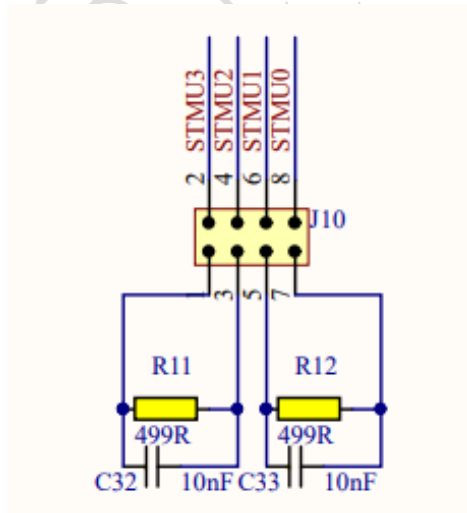

图3.7 ENS001刺激电流输出位置及板上负载
- 四通道电刺激输出引脚如图3.5，图3.7中的电容电阻模拟负载可用于波形测试，2.5mm耳机孔可连接一出二理疗仪导线和电极贴片（参考图3.5）用于体验不同刺激波形的实际体感。
- 4) 配置ADDR_WG_DRV_REST_T_REG寄存器，设置死区时间（图3.7中的Delay Time），范围是（1-255us）；
- 6) 配置ADDR_WG_DRV_SILENT_T_REG寄存器，设置静默时间（图3.7中负半周结束后的一段时间）；